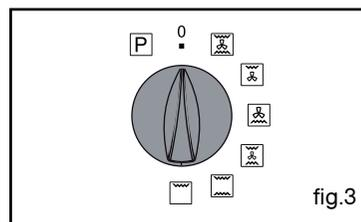

fig.3
- l'indicateur de durée de cuisson et 0:00 clignotent (fig.3).
Après avoir réglé la luminosité de votre choix, attendez quelques secondes et remettez votre programmeur à l'heure du jour (fig.3).
Ramenez le sélecteur de fonctions sur la position 0. (fig.3).
- b) Dévissez le hublot (fig.3).